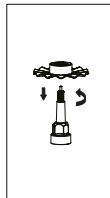

Рис. 24
- Установите насадку-эмульгатор (17) на ножевой вал (20) (рис. 24), затем поместите насадку в центральную ось стакана измельчителя (рис. 25).